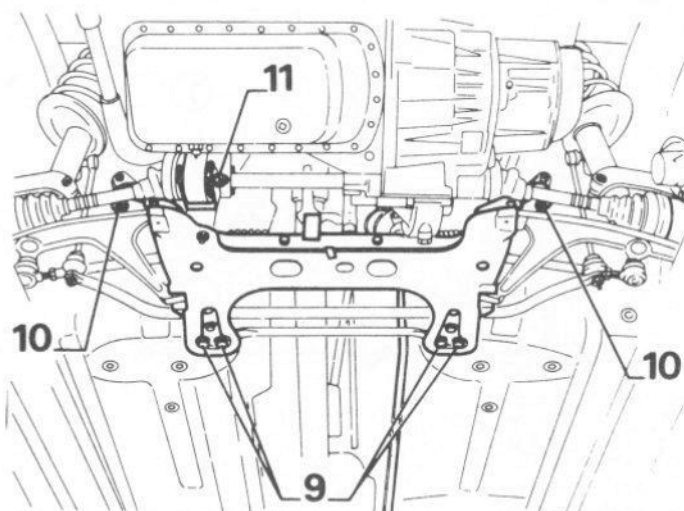

Fig. 13.109 Il faut abaisser le faux-châssis avant pour pouvoir déposer le boîtier de direction assistée (Sec 20)
- 19 En se référant à la Fig. 13.109, enlever les quatre boulons maintenant l'arrière du faux-châssis sur la caisse et les deux écrous ou boulons, suivant le cas, maintenant l'avant du faux-châssis sur la caisse. Enlever également l'écrou et le boulon du silentbloc inférieur du moteur.